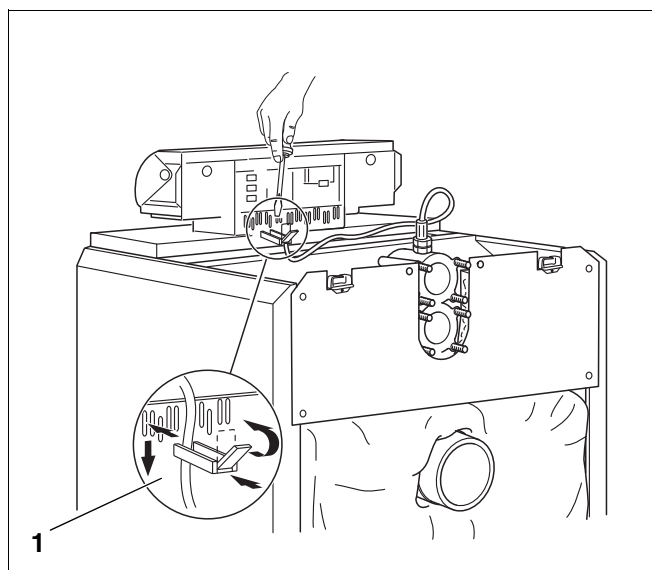

Рис. 47 Крепление электропроводки
- Хомуты с проводами вставить в рамку и зафиксировать поворотом рычажка (рис. 47, поз. 1).